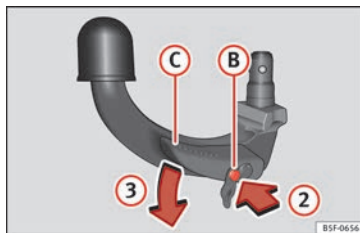

Abb. 224 Schritt 2
- Drücken Sie den Entriegelungsbolzen (B) in Pfeilrichtung ② und gleichzeitig den Hebel (C) in Pfeilrichtung ③ bis zum Anschlag » Abb. 224.